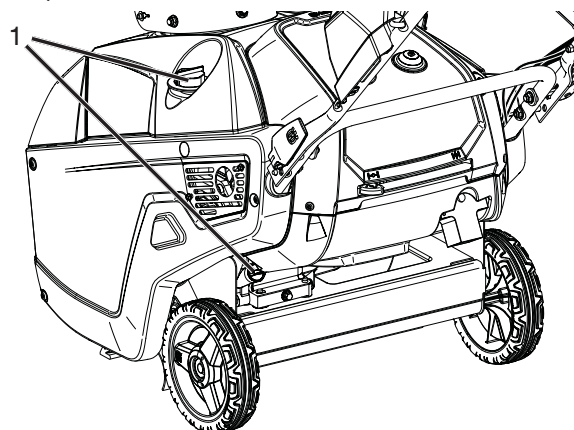

Figure 23
- Nettoyer la zone autour du bouchon de remplissage d'huile/ de la jauge (Figure 23).